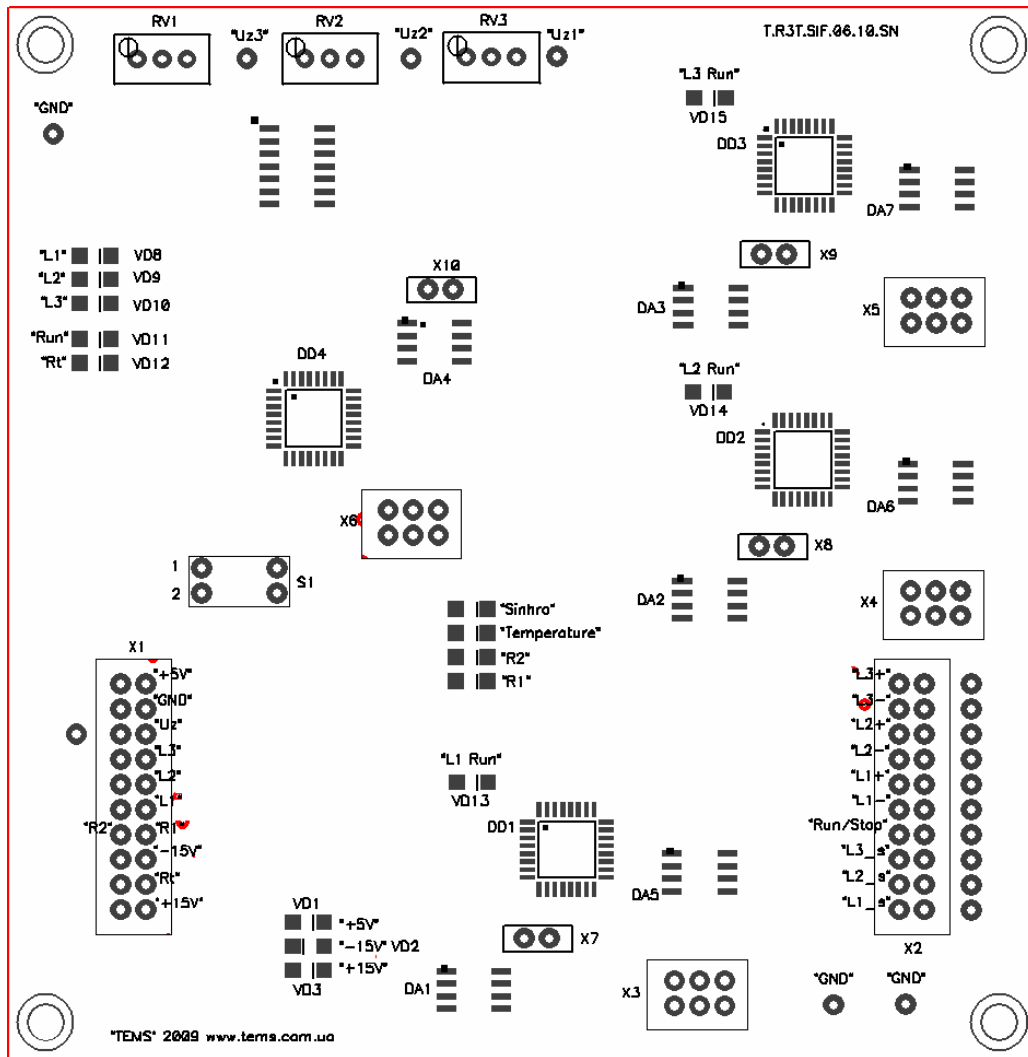

Рис.6 Схема размещения элементов платы управления пускателя
Гальванически развязанные формирователи импульсов управления (**DD1 - DD3 Рис.6**) тиристорами обеспечивают включение пускателя в момент перехода фазы входного напряжения (тока) через нуль.
4.6. Пускатели имеют индикацию (**Рис.6**):